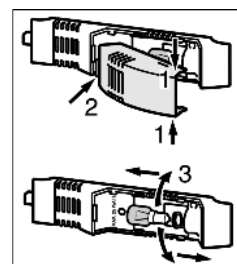

Fig. 17
- ▶ Chwycić klosz żarówki u góry oraz na dole i wyciągnąć Fig. 17 (1).
- ▶ Klosz żarówki wyjąć z tyłu z uchwytów i odchylić Fig. 17 (2).
- ▶ Wymienić żarówkę Fig. 17 (3).